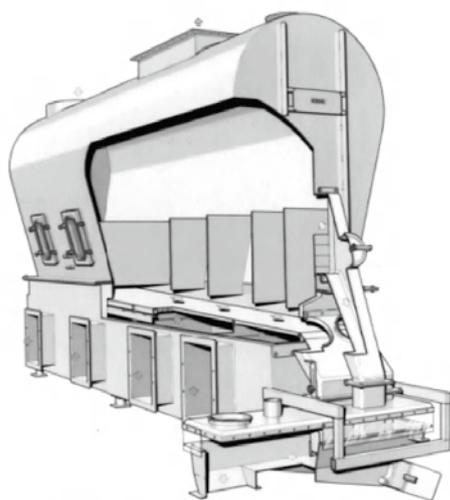
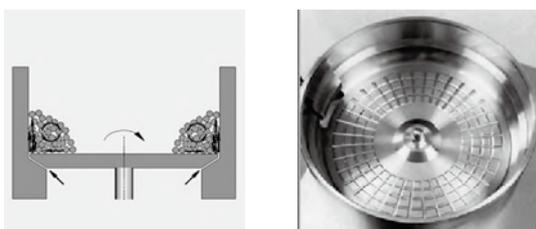
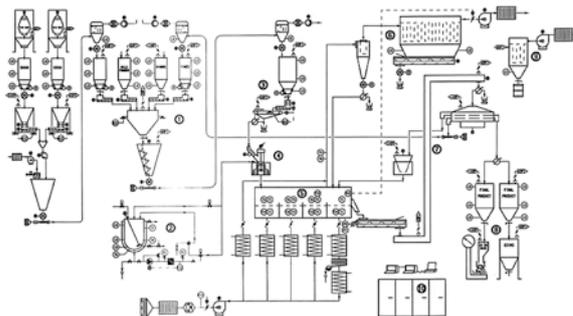

図10 流動乾燥機
図11 ベックスローラ 構造と皿の形状, 製品形状
図12 フレキシミックスに前段混合機, 後段に流動乾燥や篩を組み合わせたインスタントココア製造設備
2 - ii) ~iv) で示した湿式造粒では、水分を調整するために後段に粒子破壊しない流動乾燥機が採用されることが多い(図10参照)。またより球形化するために造粒品200 μ m以上のものを球形化するベックスローラがある(図11参照)。造粒操作は前後には解砕機あるいは篩機を設置し、乾式造粒、湿式造粒とも目標の粒度に揃えることもある。参考例として図12にインスタントココアのフローを示した。
- Fig. 10 Fluidized bed drying